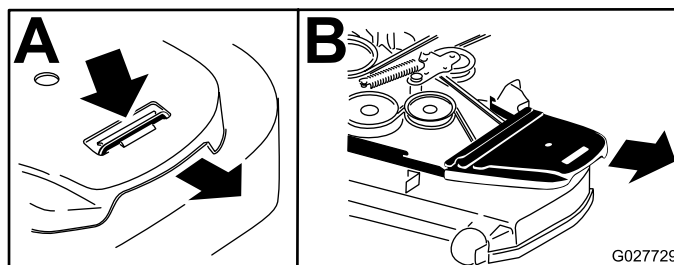

Figure 73
5. Déposez le couvercle de courroie en plastique (Figure 73).
6. Déposez les couvercles de courroie (Figure 73).